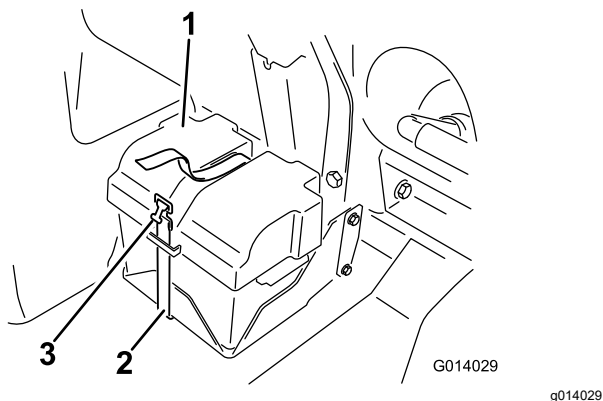

Figura 89
2. Îndepărtați capacul bateriei și deconectați cablul negativ (negru) de legare la masă de la borna bateriei (Figura 89).
4. Montați capacul bateriei și fixați-l cu cureaua pe care ați îndepărtat-o anterior (Figura 89).